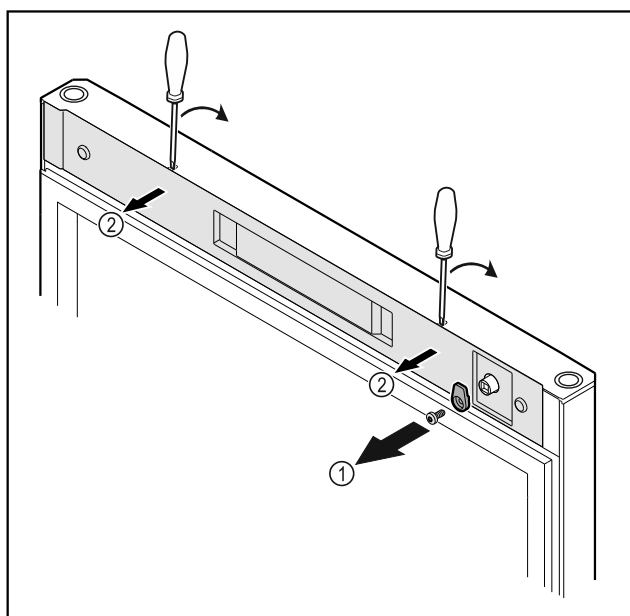

Fig. 14
- ▶ Skru av lukketappen Fig. 14 (1).
- ▶ Vipp dekselet Fig. 14 (1) ut av stilling med en liten skruetrekker, og ta det av.